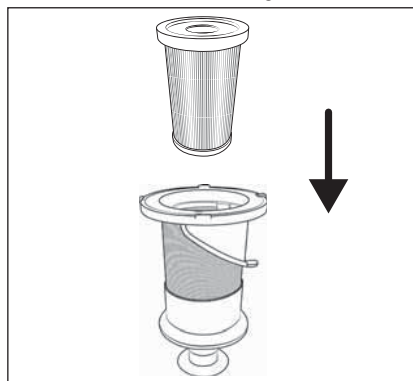

Fig. 27
- 7) Inserte el filtro EPA **5** en el filtro de acero inoxidable **6** (consulte la fig. 27).